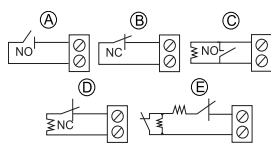

Figura 6: opções de cabeamento auxiliar
**Observação:** a Figura 6 ilustra uma configuração de resistor DEOL disponível dependendo da versão do software do painel.